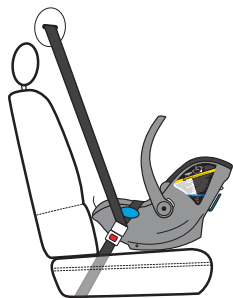

Figure 78
Si vous ne parvenez toujours pas à déplacer le porte-bébé de manière à ce que la ligne de référence bleue soit parallèle au sol, retirez la ceinture de sécurité du véhicule située à l'arrière du porte-bébé et laissez-la se rétracter dans une position contre l'avant du dossier du siège, comme illustré à la **Figure 78**. Déplacez ensuite le porte-bébé de sorte que la ligne de référence bleue soit parallèle au sol ou réessayez l'installation dans une autre position assise.
- N'enroulez PAS la ceinture d'épaule autour de ce porte-bébé. Laissez la ceinture d'épaule se rétracter dans une position contre l'avant du dossier du siège du véhicule, comme illustré à la **Figure 78**.